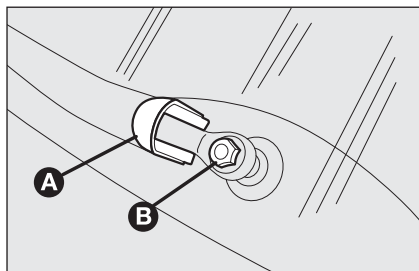

fig. 15
- soulever la couverture **A-fig. 15** et démonter le bras de la voiture, en dévissant l'écrou **B** qui le fixe au pion de rotation;